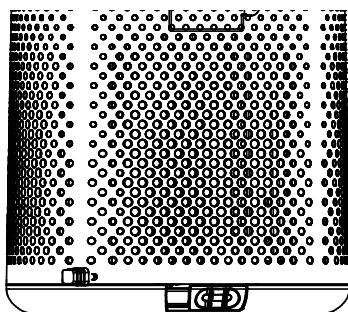

рис. 1
2. Поверните устройство на 180 градусов, чтобы крышка (5) оказалась вверху. Положите прибор на деликатную ткань, чтобы не поцарапать прибор о поверхность столешницы.
3. Осторожно сдвиньте ползунок (6), фиксирующий крышку фильтров (рис.1).